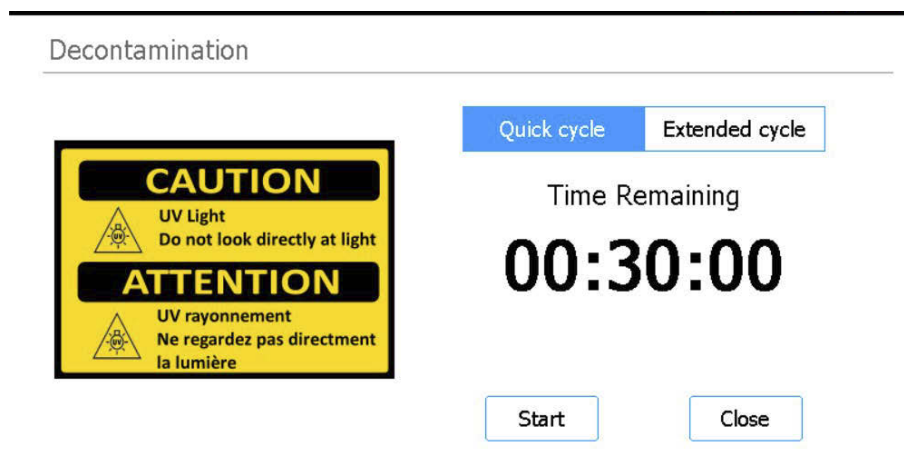

図 21 Quick cycle が選択されている Decontamination 画面
- 3 図 21 のように、画面の上部で **Quick cycle** を選択します。